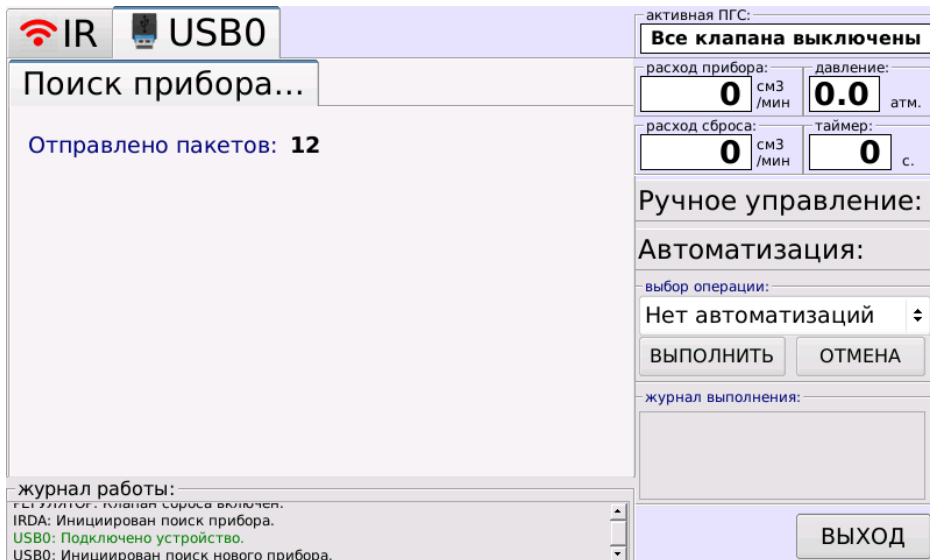

Рисунок 8.6. Поиск прибора на порту USB. Элементы Автоматизаций.
- Если подключен прибор по сервисному порту USB, открывается закладка поиска прибора на порту USB (Рисунок 8.6).